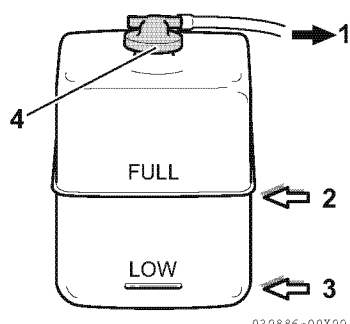

Figure 12
5. Vérifiez le niveau du réfrigérant dans le réservoir. Le niveau doit être situé à la marque FULL (**Figure 12, (2)**). Ajoutez du liquide de refroidissement si besoin est.
6. Enlevez le bouchon du réservoir (**Figure 12, (4)**) pour ajouter du réfrigérant si nécessaire. N'ajoutez pas d'eau.
8. Vérifiez le tuyau en caoutchouc (**Figure 12, (1)**) qui relie le réservoir au réservoir du liquide de refroidissement / échangeur thermique. Remplacez-le s'il est endommagé.